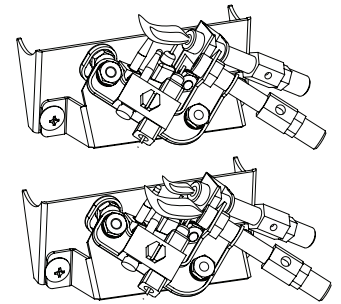
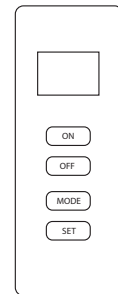

Fig. 18 - Piloto
Fig.19 - Control remoto
6. Con la perilla de control oprimida, presione el botón del encendedor hasta que el piloto se encienda. El piloto está ubicado atrás de la pantalla de la chimenea, centrado cerca de la parte trasera del quemador (Ver Fig. 18).
7. Mantenga oprimida la perilla de control durante (30) segundos después de que el piloto encienda. Suelte la perilla de control.
- Si el piloto se apaga repita los pasos 3 al 7. Espere (1) minuto antes de intentar encender el piloto de nuevo. Si después de varios intentos el piloto todavía se apaga, gire la perilla de control del gas hacia la derecha  a la posición "OFF" y llame a un técnico de servicio calificado.
9. Para usar el control remoto termostático incluido, coloque el interruptor del receptor en la posición "REMOTE" (Ver Fig. 19). Presione el botón ON para encender el control remoto y encender el quemador principal Consulte el manual de instrucción del control remoto en la página siguiente para las funciones "MODE" y "SET".